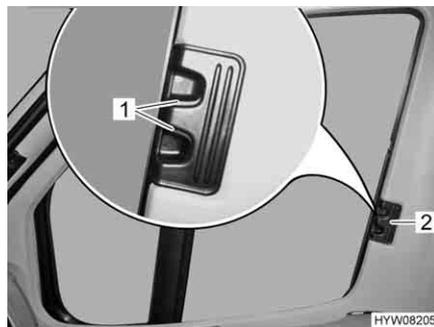

Fig. 40 Estor plegable para la ventana del conductor/acompañante
- Introducir los estores plegables para la ventana del conductor y la ventana del acompañante hasta el tope desplazando el tirador (Fig. 40,2).
- Dejar que engatillen los tiradores de desbloqueo (Fig. 40,1).